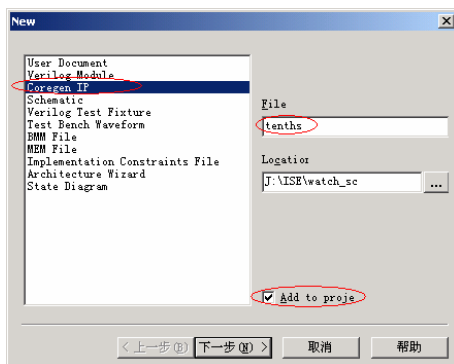

图9-14 新建“Coregen IP”类型资源
(1) 单击新建资源快捷按钮 ，弹出新建资源对话框，选择新建资源类型为“Coregen IP”类型，新建文件名为“tenths”，并且直接添加到工程中，如图9-14所示。